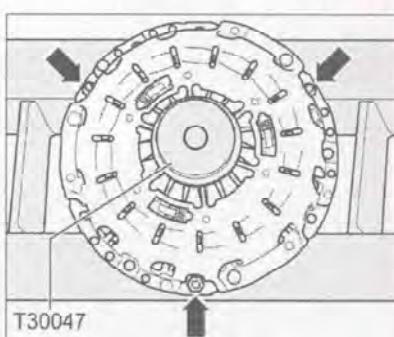

Рис. 7.329. Установите нажимной диск на верстак так, чтобы болты (стрелки) опирались на него. Отцентрируйте нажимной диск T30047 на нажимном диске сцепления.
3. Установите нажимной диск на верстак так, чтобы болты (стрелки) опирались на него (рис. 7.329).